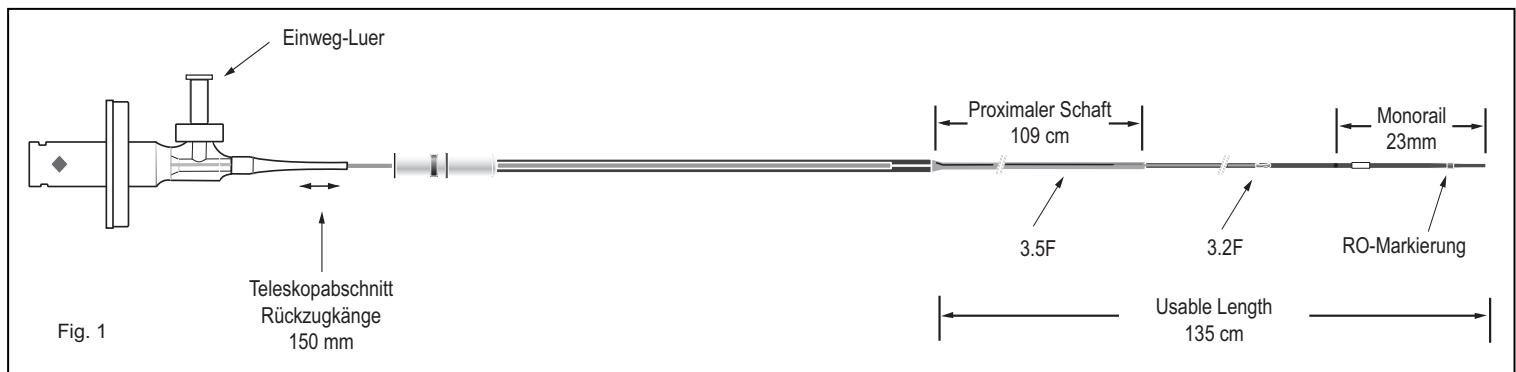

Fig. 1
Ein Spülaustritt mit Einwegventil (Abb. 1) dient zur Entfernung der anfänglich im Katheter enthaltenen Luft. Der Katheter muss vor dem Gebrauch mit heparinisierter Kochsalzlösung gespült werden, da diese das für die Ultraschallbildgebung erforderliche akustische Kontaktmittel darstellt. Mit Hilfe des Einwegventils wird die Kochsalzlösung während des Gebrauchs im Katheter gehalten.
Der Kathetertubus verfügt über ein distales Führungsdrahlumen mit einem proximalen Ausgang, der 2 cm vom distalen Ende entfernt ist (Abb. 1). 0,5 cm von der Spitze entfernt ist eine strahlendichte (RO) Markierung in den Kathetertubus eingebettet. Außerdem befindet sich bei 100 cm am Kathetertubus ein Einführungstiefenindikator, der für femorale Anwendungen vorgesehen ist.